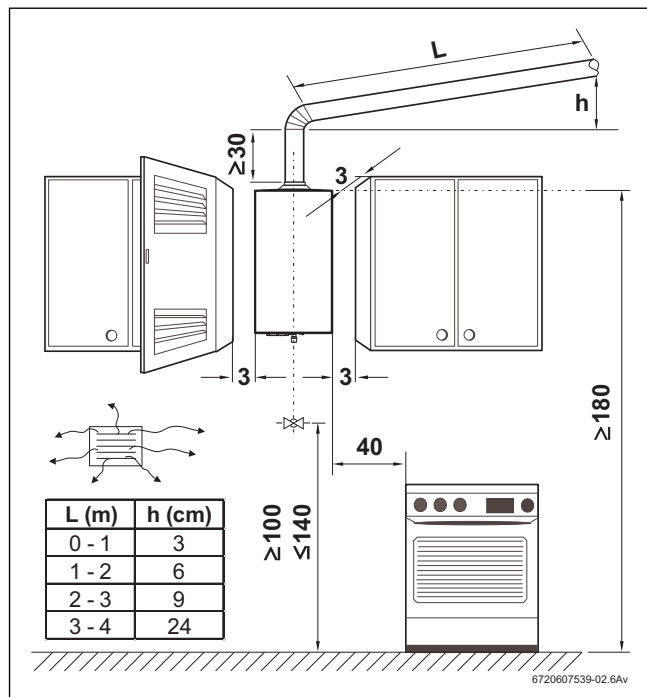

Fig. 6 Separaciones mínimas (en cm)
- ▶ Asegurar la accesibilidad en los trabajos de mantenimiento respetando las separaciones mínimas indicadas en la Fig. 6 .